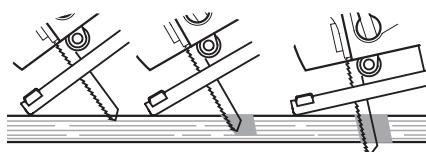

Rys. 8
7.7 Prowasnica do pilowania równoległego (Rys. 8)